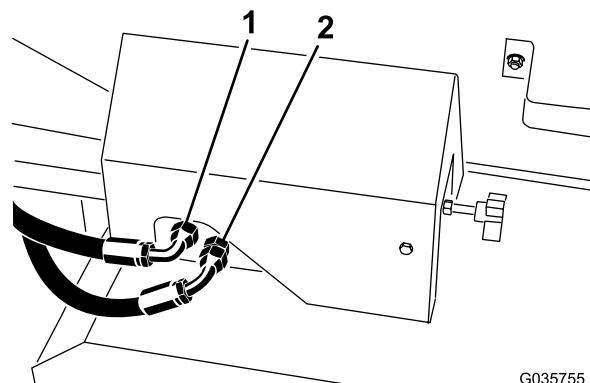

Figure 21
- Retirez les obturateurs et branchez les flexibles que vous avez débranchés de l'avant du bloc collecteur (Figure 21).